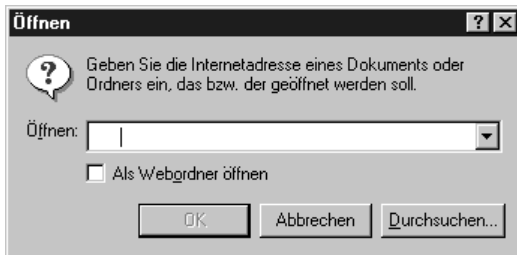

Abbildung 19.5:
1. Starten Sie den Microsoft Internet Explorer. Wählen Sie im Menü DATEI, ÖFFNEN. Das Dialogfeld ÖFFNEN wird angezeigt (siehe Abbildung 19.5).